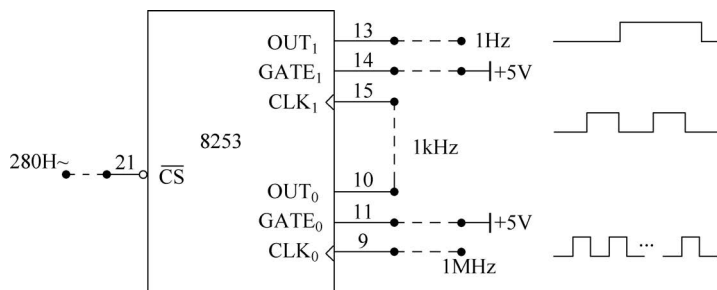

图 3.12 定时器电路
② 实现一个定时器。按图 3.12 所示连接电路,将计数器 0、计数器 1 设置为方式 3,计数初值设为 1000,计数频率为 1MHz, OUT_1 输出 1s 的方波。用逻辑笔观察 OUT_1 输出电平的变化。